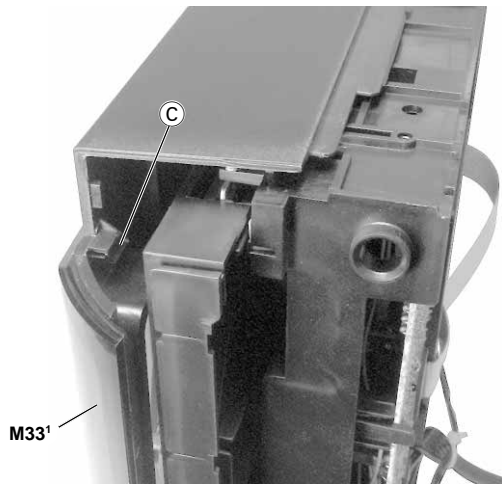

Fig. 5
- Die 4 Rastnasen **C** austrasten und das Fenster **M33'** abnehmen (Fig. 5, 6).
- Disengage 4 catches **C** and take out window **M33'** (Fig. 5, 6).